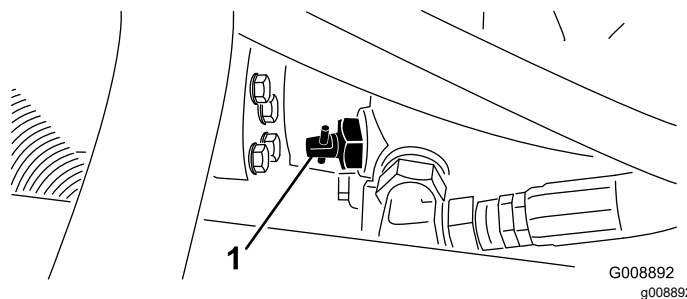

Рисунок 41
1. Найдите перепускной клапан на насосе (Рисунок 41) и поверните его на  $90^\circ$ .